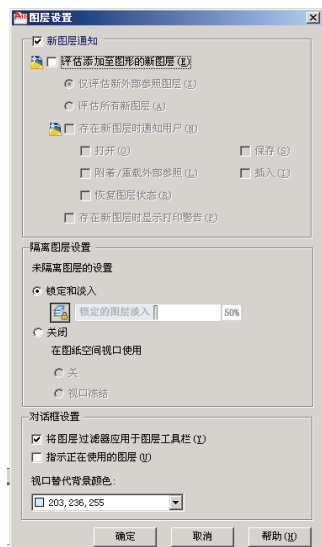

图 1-76 “图层设置”对话框
④ 反向过滤器：列出不满足过滤器条件的图层。
⑤ **新建图层**按钮：新建一图层。新建的图层自动增加在目前光标所在的图层下面，并且新建的图层自动继承该图层的特性，如颜色、线型等。图层的默认名可以选择后修改成具有一定意义的名称。在命令行中如果同时建立多个图层，用“,”分隔图层名即可。
⑥ **删除图层**按钮：删除指定的图层。该层上必须无实体。0 层不可删除。
⑦ **置为当前**按钮：指定所选图层为当前层。
⑧ 当前图层：提示当前图层的名称。
⑨ 搜索图层：根据输入条件搜索图层。
⑩ 刷新：扫描图形中所有图元信息来刷新图层信息。
⑪ 设置：设置图层，弹出如图 1-76 所示“图层设置”对话框。
⑫ 列表显示区：在列表显示区，可以修改图层的名称。通过单击可以控制图层的开/关、冻结/解冻、锁定/解锁、新视图冻结/解冻。点取颜色、线型、线宽后，将自动弹出相应的“颜色选择”对话框、“线型管理”对话框、“线宽设置”对话框。具体操作同 1.7.9 节。用户可以借助【Shift】键和【Ctrl】键一次选择多个图层进行修改。其中关闭图层和冻结图层，都可以使该层上的图线隐藏，不被输出和编辑，它们的区别在于冻结图层后，图形在重生成（REGEN）时不计算，而关闭图层时，图形在重生成时要计算。